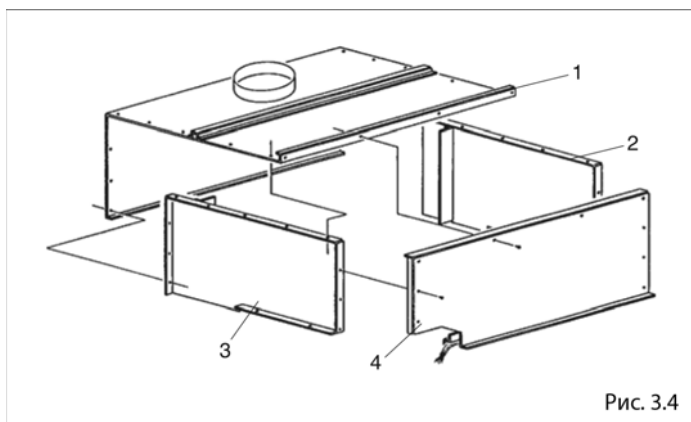

Рис. 3.4
Дымосборная камера поставляется в виде четырех частей, которые соединяются между собой с помощью винтов, входящих в комплект поставки (Рис. 3.4). Для сборки необходимо закрепить правую боковую панель (2) на верхней панели (1) с помощью девяти саморезных винтов ТЕ 12Е x 1/2". Такую же операцию необходимо выполнить для правой боковой панели (3). В конце закрепите панель (4), которая снимется при чистке. После завершения сборки установить дымосборную камеру на чугунный корпус котла.